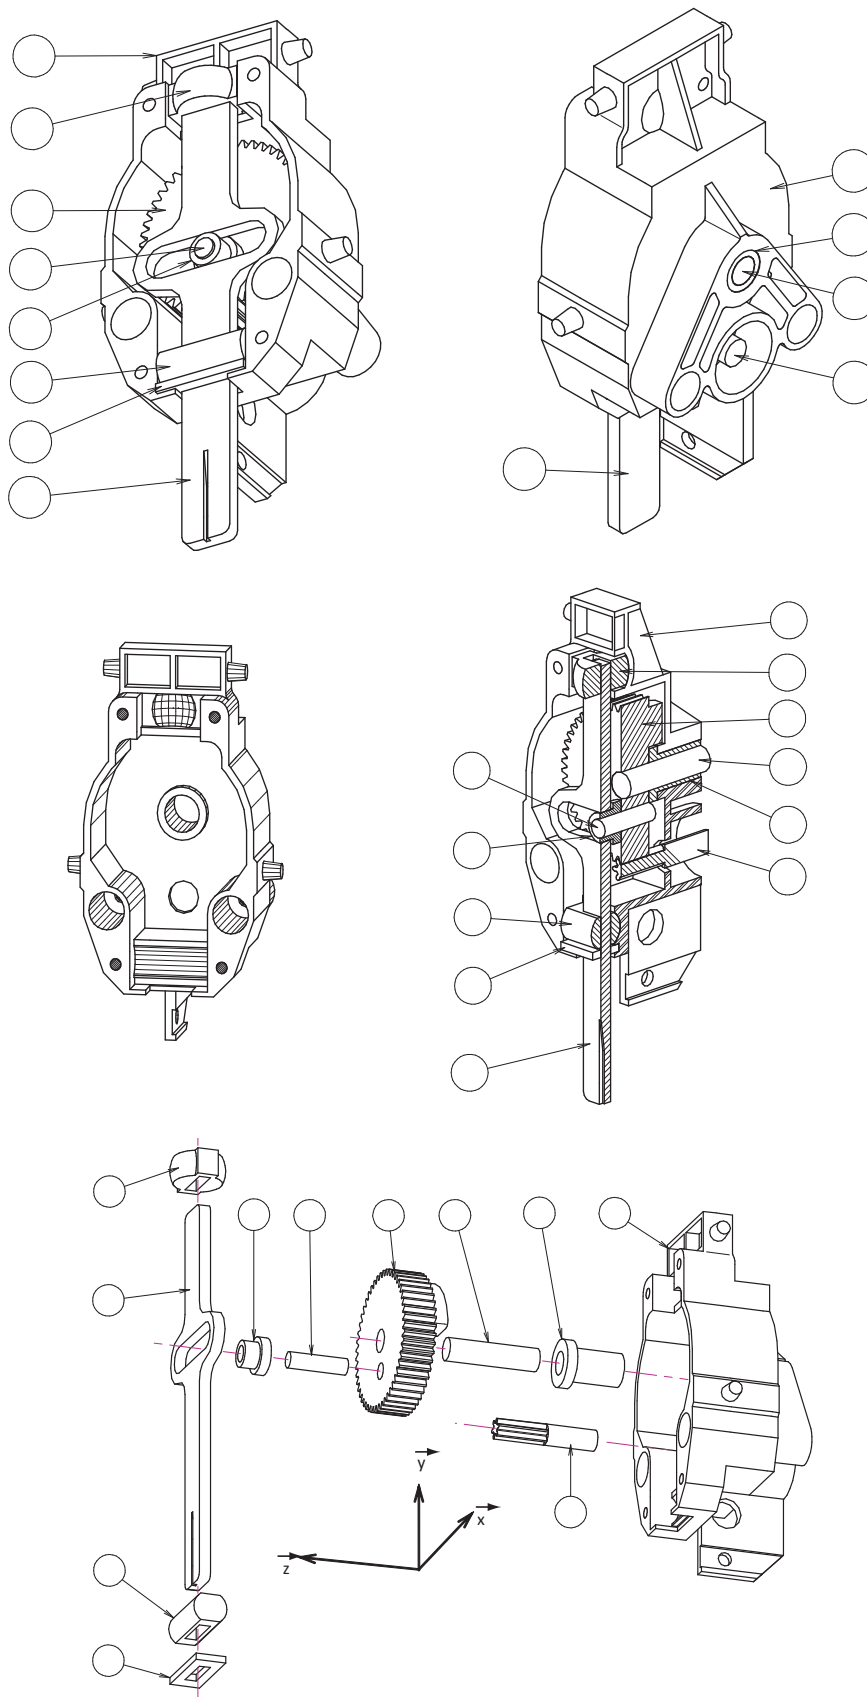

FIGURE 1
**Q 1 : Compléter les figures (figure 1) suivantes à l'aide de la nomenclature.**